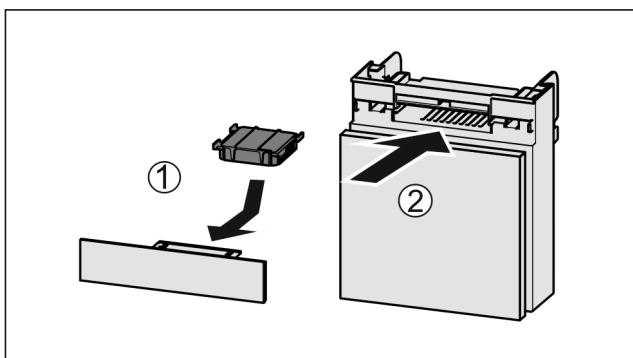

Fig. 117
- ▶ Filtr s aktivním uhlím vložte podle vyobrazení Fig. 117 (1).
- ▶ Zásuvku zasuňte Fig. 117 (2).